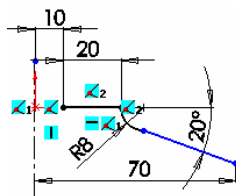
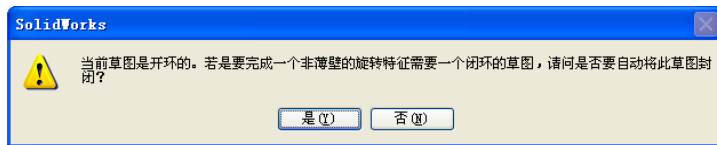

图 5-94 旋转草图轮廓
图 5-95 询问对话框
- ① 新建文件。启动 SolidWorks，选择菜单栏中的“文件”→“新建”命令，或者单击“标准”工具栏中的“新建”按钮，在打开的“新建 SolidWorks 文件”对话框中，选择“零件”按钮，单击“确定”按钮。
- ② 新建草图。在设计树中选择前视基准面，单击草图绘制按钮，新建一张草图。
- ③ 绘制中心线。单击草图绘制工具栏上的中心线按钮，通过原点绘制一条垂直中心线。
- ④ 绘制轮廓。单击草图绘制工具栏上的直线按钮和切线弧按钮，绘制旋转的轮廓。
- ⑤ 标注尺寸。单击智能尺寸按钮，为草图标注尺寸如图 5-94 所示。
- ⑥ 旋转形成实体。单击特征工具栏上的旋转凸台/基体按钮。
- ⑦ 在弹出的询问对话框中单击“否”按钮，如图 5-95 所示。